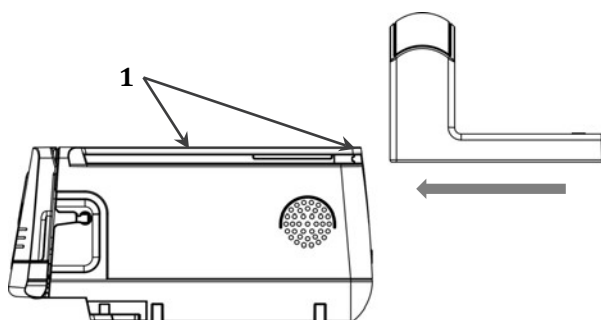

Рис. 9. Установка ручки для переноски
С помощью направляющих (1) на верхней части корпуса насоса и в ручке установите ее, как показано на рис. 9.